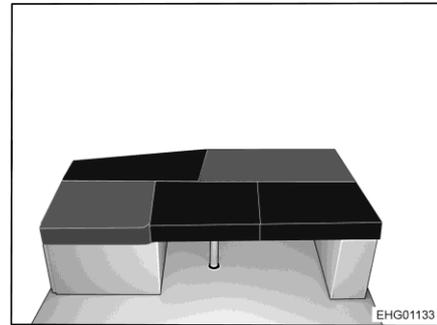

Fig. 169 Après la transformation
- Poser trois coussins supplémentaires conformément à la Fig. 169.